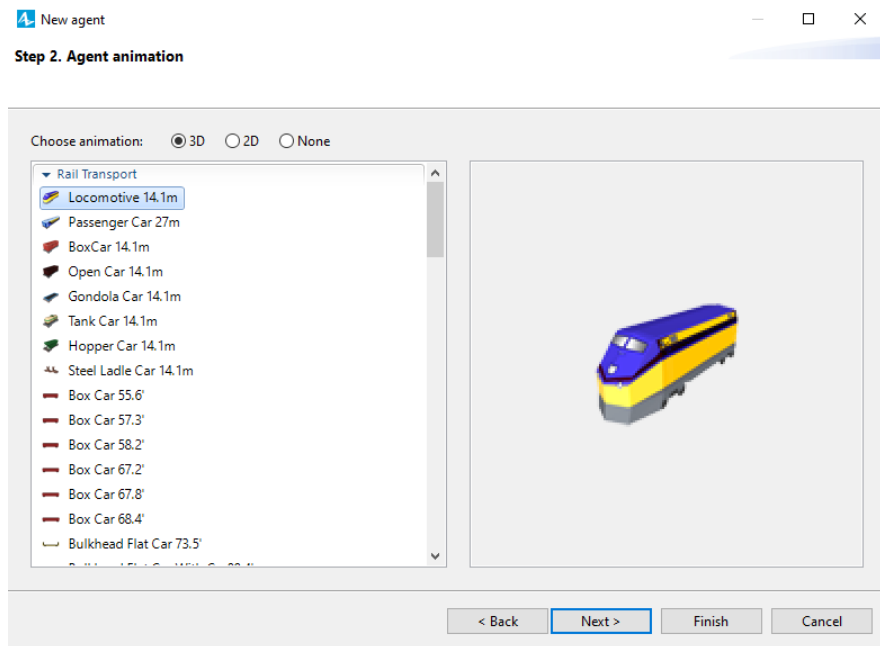

Рисунок 2.47 – Вибір анімації типу вагонів
- Виберіть Locomotive 14.1m як фігуру анімації в 3D режимі (рис. 2.47).